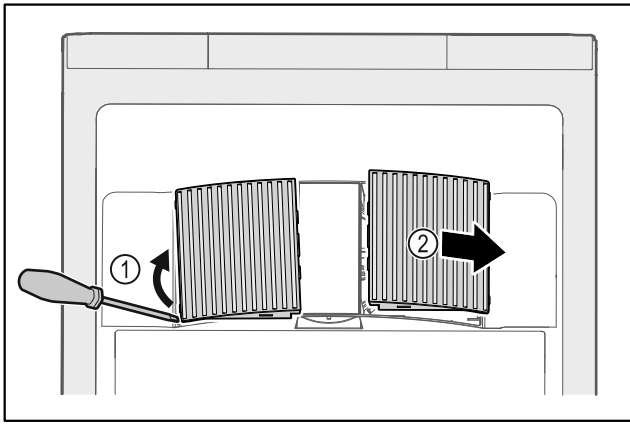

Fig. 228
- ▶ Óvatosan fessegesse le a ventilátor burkolatait oldalról Fig. 228 (1), és emelje le őket előre felé Fig. 228 (2).